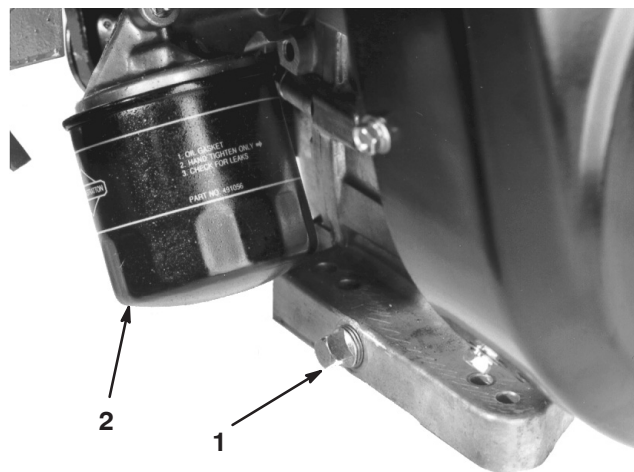

Bild 42
1. Entfernen Sie die Ablassschraube (Bild 42) und lassen das Öl in ein Auffanggefäß ab. Schrauben Sie die Ablassschraube wieder ein, nachdem das Öl abgelassen ist.
2. Entfernen Sie den Motorölfilter (Bild 42). Ölen Sie die neue Dichtung am Ölfilter leicht mit frischem Öl ein.